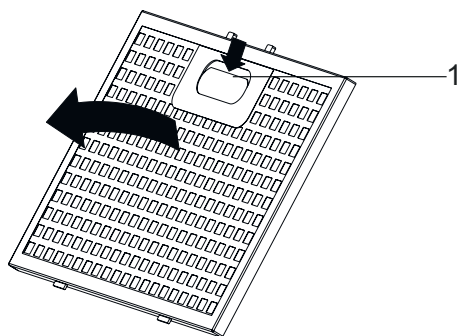

Fig. 8
- Premir o separador do filtro de alumínio (1) e puxar o filtro de alumínio na direção da seta (Fig. 8).